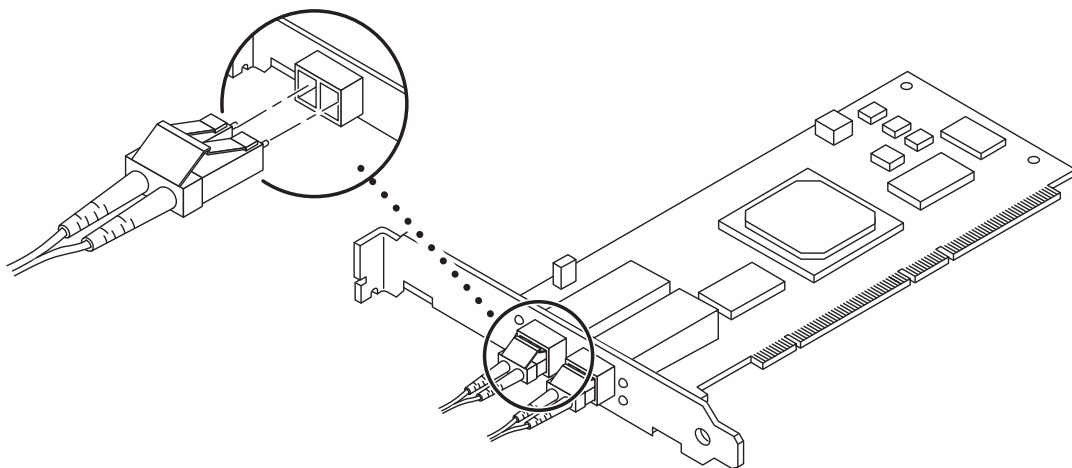

图 1-4 将光纤电缆连接到 OT 连接器
5. 将光纤电缆连接器推进 OT 连接器中，直至听到“卡嗒”声（图 1-4）。
注意 – 光纤电缆具有一些键控连接器，这些连接器只能插入到 OT 连接器中，如图 1-4 所示。